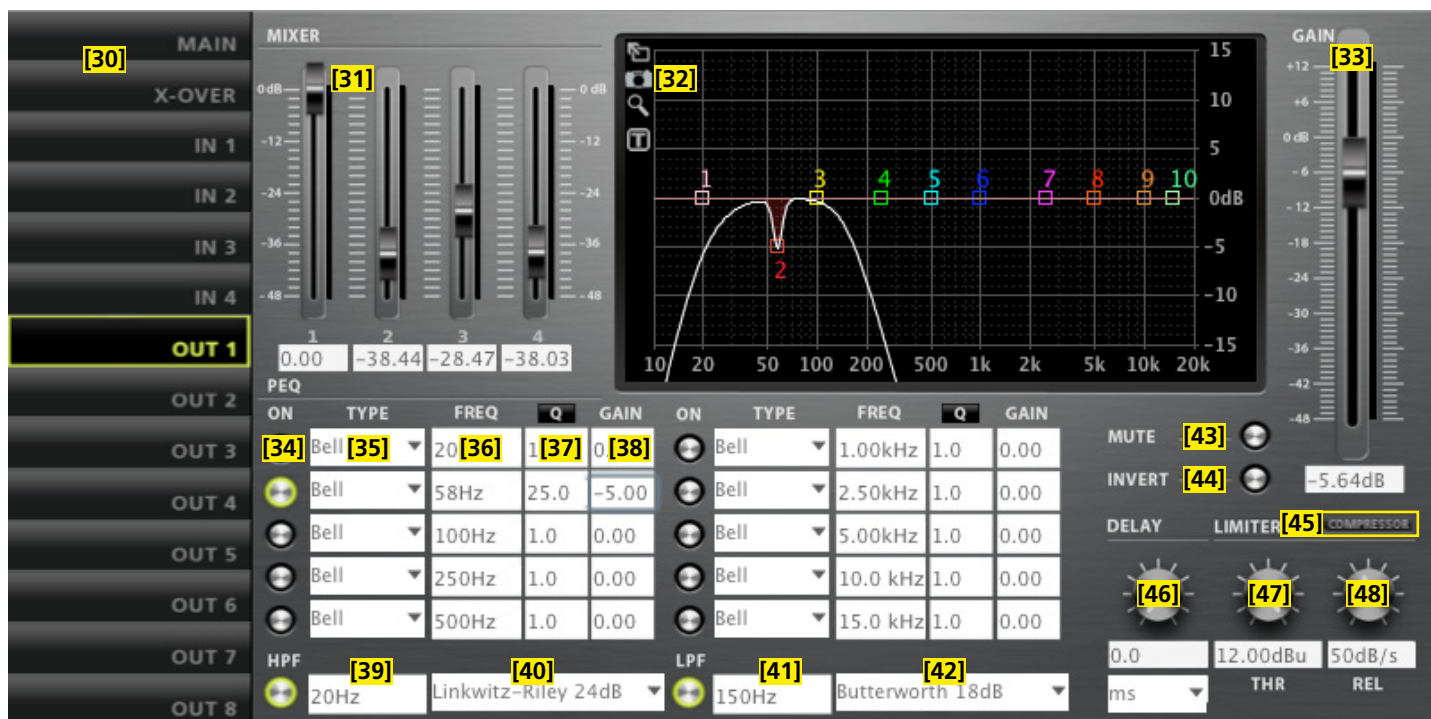

Abb. 19 Ansicht OUT 1, DSM-48...
7.3.4 Ansicht OUT 1–6/8 (Abb. 19)